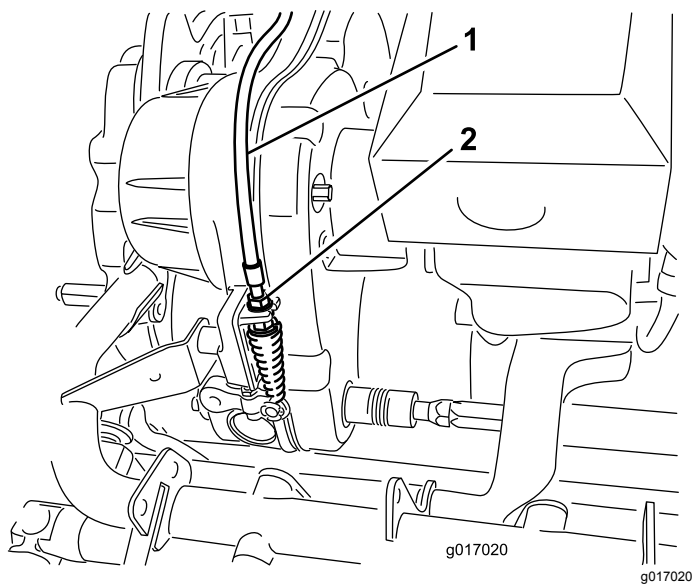

Figura 50
2. Sulla paratia di trasmissione, regolate il cavo di comando del cilindro (Figura 50) in modo da raggiungere la lunghezza della molla di 70,6 - 72,4 mm.